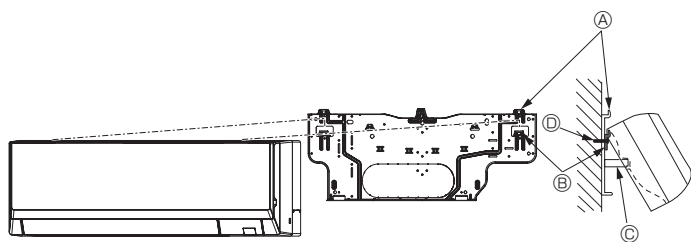

Fig. 3-14
- Si l'appareil intérieur ne peut être suspendu et soulevé à l'aide du crochet classique (la dimension de 2.1. ③ (espacement entre le plafond et l'appareil) est de 75 mm, 2-15/16 in. ou moins), suspendez l'appareil sur le crochet inférieur du tuyau gauche. (Fig. 3-14)
(Fig. 3-14)